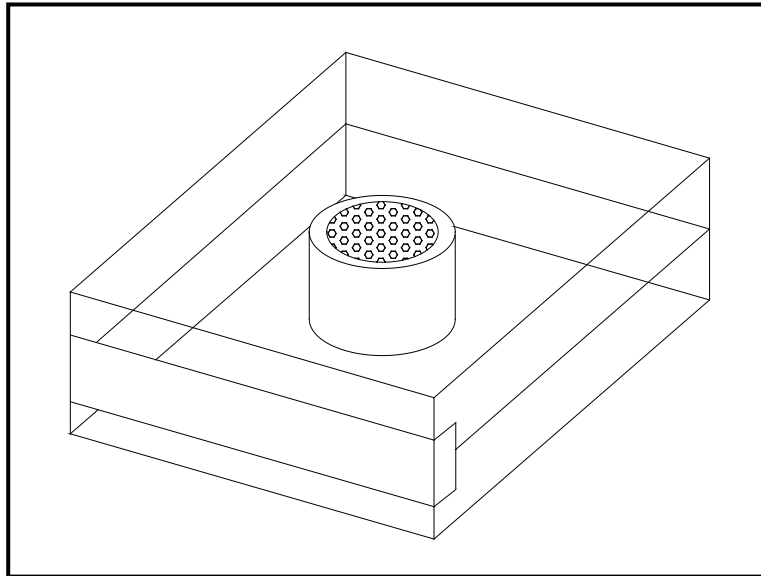

Рис. 3. Датчик кислорода в упаковке
1. Извлеките оху.IQ и отдельно упакованный датчик кислорода (см. *Рис. 3* ниже) из транспортного контейнера. Сохраните транспортный контейнер и упаковочный материал для возможного использования в будущем.
5. Откройте герметичную упаковку (см. рис. 3) и извлеките датчик кислорода из упаковки. Для поддержания нужного уровня энергии датчика кислорода удалите красный заземляющий лепестковый вывод и сразу после этого установите датчик на оху.IQ